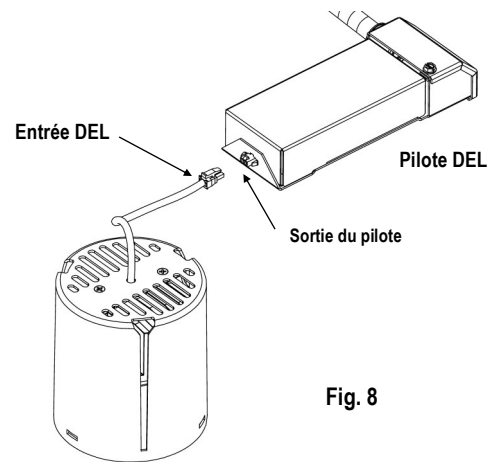

Fig. 8
8. Connectez la fiche d'entrée de la DEL à la fiche de sortie du pilote. Veillez à ce que l'orientation et la polarité des fiches soient correctes lors du raccordement (Fig. 8).